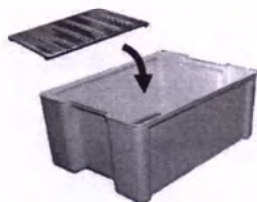

Рис. 15
- 1 **Внимание!** При наличии защитной пленки на внешней поверхности отражателя, ее следует удалить. Поместите отражатель на дно поддона (рис. 15).